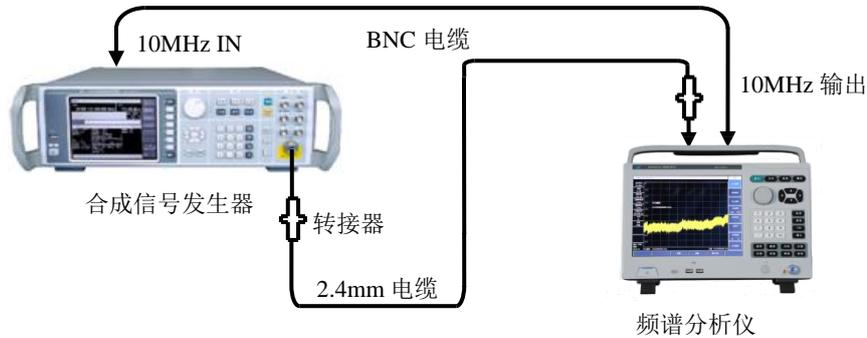

图 11-17 输入衰减器转换不确定度测试设置
- 1) 按图 11-17 连接测试设备，频谱分析仪为合成信号发生器 AV1464C 提供频率参考。